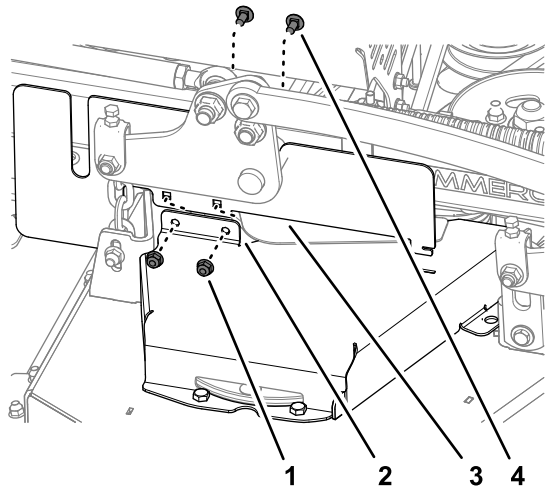

Figura 38
1. Rimuovete i 2 bulloni a testa tonda e i 2 dadi di bloccaggio che fissano la protezione CE del lato destro al copricinghia destro (Figura 38).